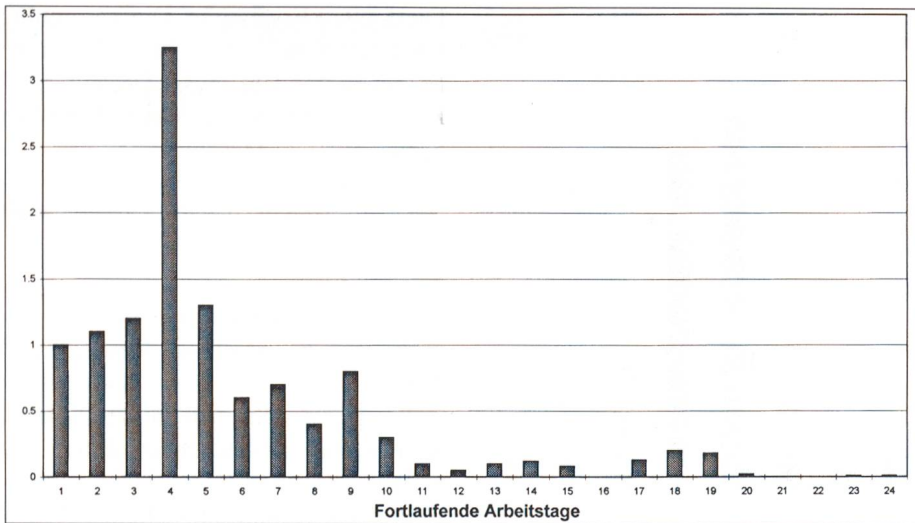

Abbildung 4
- Die Abb. 4 zeigt die Auswirkung der Massnahmen an der gewählten einzelnen Maschine.